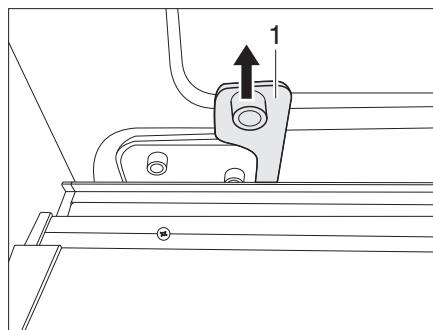

Figura 18 Desbloqueo de emergencia
- Tirar el desbloqueo de emergencia (Figura 18 ,1) con fuerza hacia arriba y colgarlo en el pasador de alojamiento previsto. La puerta corredera está ahora desacoplada y sólo se puede abrir y cerrar manualmente.